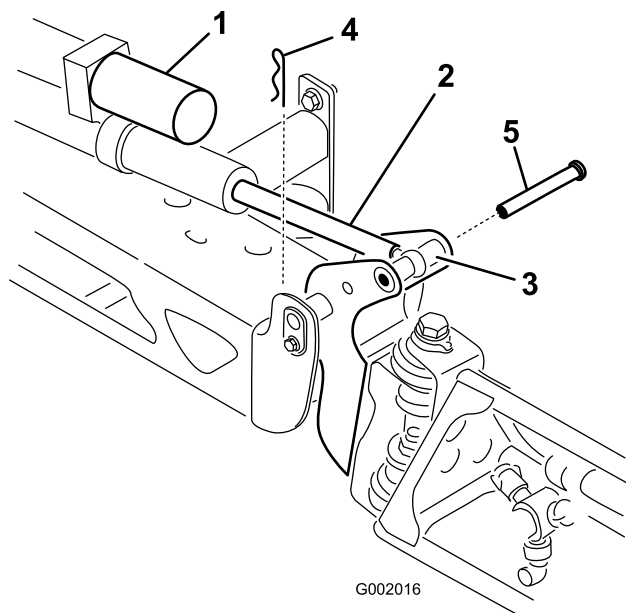

Figura 45
2. Retire el pasador de horquilla del pasador de giro (Figura 45).
- Levante el brazo y retire el pasador (Figura 45). Baje el brazo lentamente al suelo.
- Eleve el brazo para alinear el pivote con el émbolo del actuador. Sujetando el brazo, introduzca el pasador a través del pivote del brazo y del émbolo del actuador (Figura 45).